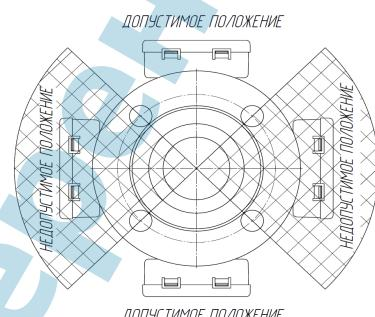

Рисунок 3
- расходомер $D_u 50-200$ должен быть расположен вертикально относительно трубы во избежание скопления воздуха в соответствии с рис.3;